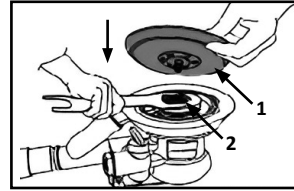

Fig. 8
3. Posizionare il nuovo tampone di levigatura (1) sul dado (2). (Fig. 8)